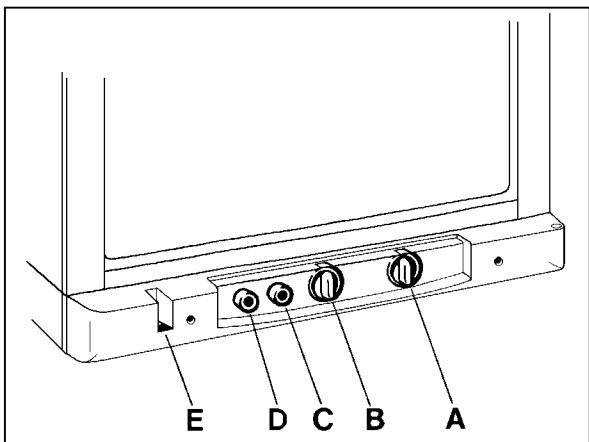

FIG.1
Le réfrigérateur peut fonctionner sur secteur ou au gaz liquéfié. Pour passer de l'un à l'autre de ces modes d'alimentation, il convient de mettre les boutons de commande dans les positions indiquées par la fig. 1. Le sélecteur d'alimentation (A) peut être mis dans la position **I** (= électrique), **G** (= gaz) ou **0** (= arrêt).
Les numéros de repérage renvoient à la fig. 1.
Les numéros de repérage renvoient à la fig. 1. Une fois mis en marche, le réfrigérateur demande plusieurs heures pour atteindre la température désirée. La température du réfrigérateur est réglée par un thermostat, dont le bouton (B) doit être mis normalement sur 3-5. Si vous désirez une température plus basse, choisissez alors un chiffre plus élevé.